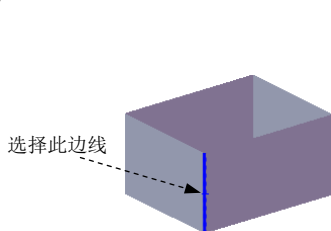

图 5.8.6 定义圆角对象
Step4. 定义圆角对象。选取图 5.8.6 所示的边线为圆角对象。